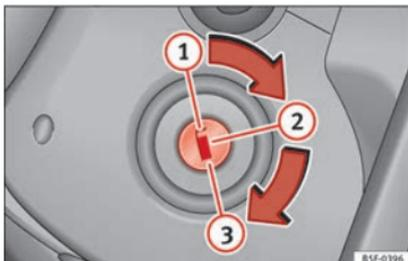

Abb. 191 Positionen des Zündschlüssels
Sollte der Motor nicht sofort anspringen, brechen Sie den Startvorgang ab und wiederholen Sie ihn nach ca. 30 Sekunden. Um den Motor erneut zu starten, drehen Sie den Zündschlüssel in Stellung »» **Abb. 191** zurück.
- Drehen Sie den Zündschlüssel in Stellung  **» Abb. 191 .**
- Ziehen Sie den Zündschlüssel in Stellung  **» Abb. 191 **  ab.